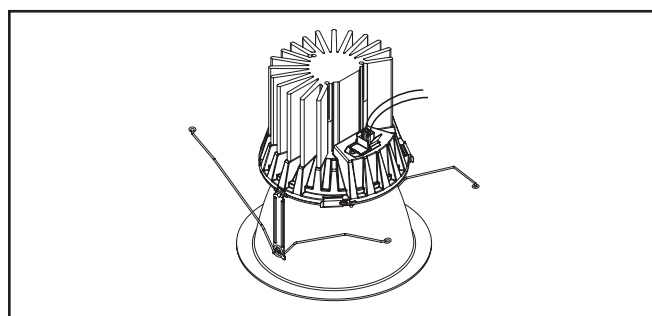

Figure 8.
4. Branchez la fiche à débranchement rapide du luminaire sur le module (Figure 8).